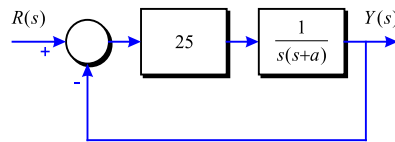

Figura 4-5
**Problema 115** Representeu gràficament la variació dels pols del sistema  $M(s) = \frac{Y(s)}{R(s)}$  de la Figura 4-5 per a variacions del paràmetre  $a$ . Per a quin valor de  $a$  el sistema presenta un esmorteïment crític? I un sobrepic de  $SP = 5\%$ ? Comenta l'exactitud del càlcul de  $SP$ .